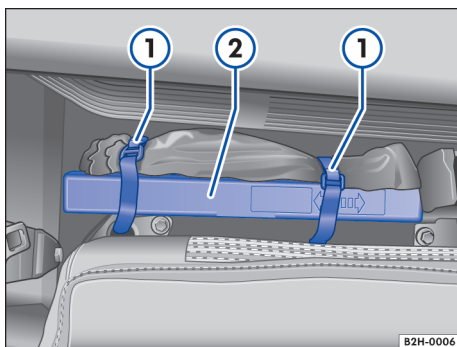

Fig. 45 Atrás do encosto direito do banco traseiro: triângulo de segurança ②.
- Soltar os fechos de velcro → Fig. 45 ① e retirar o triângulo de segurança ②.